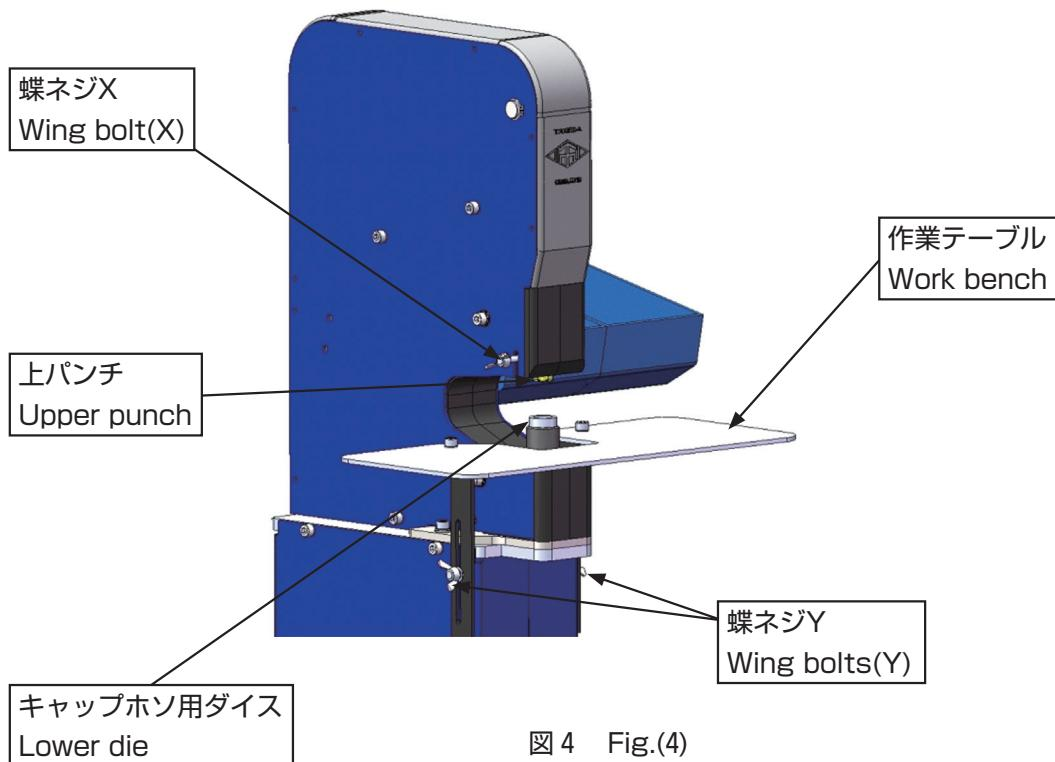

図4 Fig.(4)
②パンチのセットと作業テーブルの調整
- (1) 図4のように上パンチを当りまで差し込んで、蝶ネジXを締めつけて、固定してください。キャップホン用ダイスは本体のセット孔に落とし込みます。
- (2) 作業テーブルを調整する場合、蝶ネジYを2ヶ所緩めると、作業テーブルが上下に可動できるようになりますので、任意の位置で固定してください。
②Adjustment of upper punch and work bench